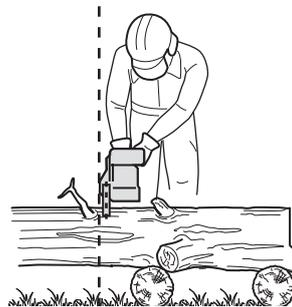

Fig.21
- Vous devez impérativement être dans une position sûre lorsque vous utilisez l'appareil. Tenez l'appareil du côté droit du corps (Fig. 21).